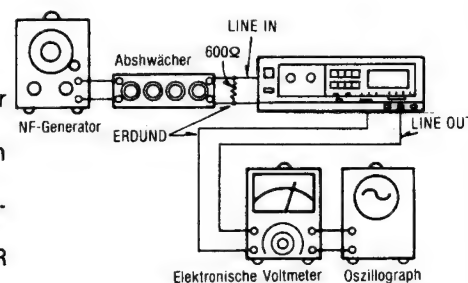

Fig. 15
1. Den Meßaufbau zeigt Fig. 15.
1. Der Meßaufbau zeigt Fig. 15.